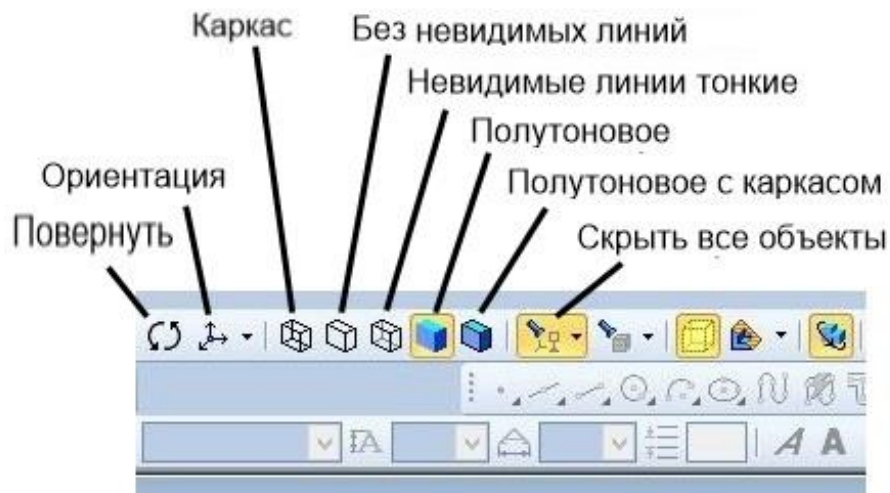
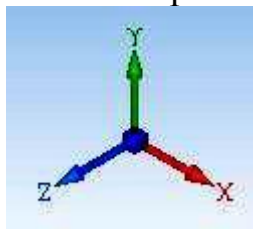

Рис. 7.1 Фрагмент меню програми КОМПАС-3D.
Рис. 7.2 Зображення системи координат (варіант «Изометрия XYZ»).
2. Знайти серед файлів ті, які мають розширення “m3d”, та відкрити один з них. Клацнути на зображенні правою клавішею миші та обрати в меню, яке з'явиться, один зі способів відображення деталі («Каркас», «Без невидимих ліній», «Невидимые линии тонкие», «Полутоновое», «Полутоновое с каркасом»). Почергово аналогічним чином, або через планку меню вгорі (рис. 7.1), подивитись інші способи відображення деталі.
3. Змінити орієнтацію 3D-зображення (пункт меню «Повернуть») (рис. 7.1), навівши курсор на зображення системи координат (рис. 7.2), виділити площину обертання та обертати його навколо потрібної осі.
4. Переглянути вигляд деталі у різних аксонометричних проекціях, використовуючи пункт меню «Ориентация» (рис. 7.1).
5. Обрати з переглянутих зображень деталі найбільш наочне, з Вашої точки зору, прибрати з нього всі допоміжні об'єкти (пункт меню «Скрыть все объекты») (рис. 7.1) та записати результат під новим ім'ям.